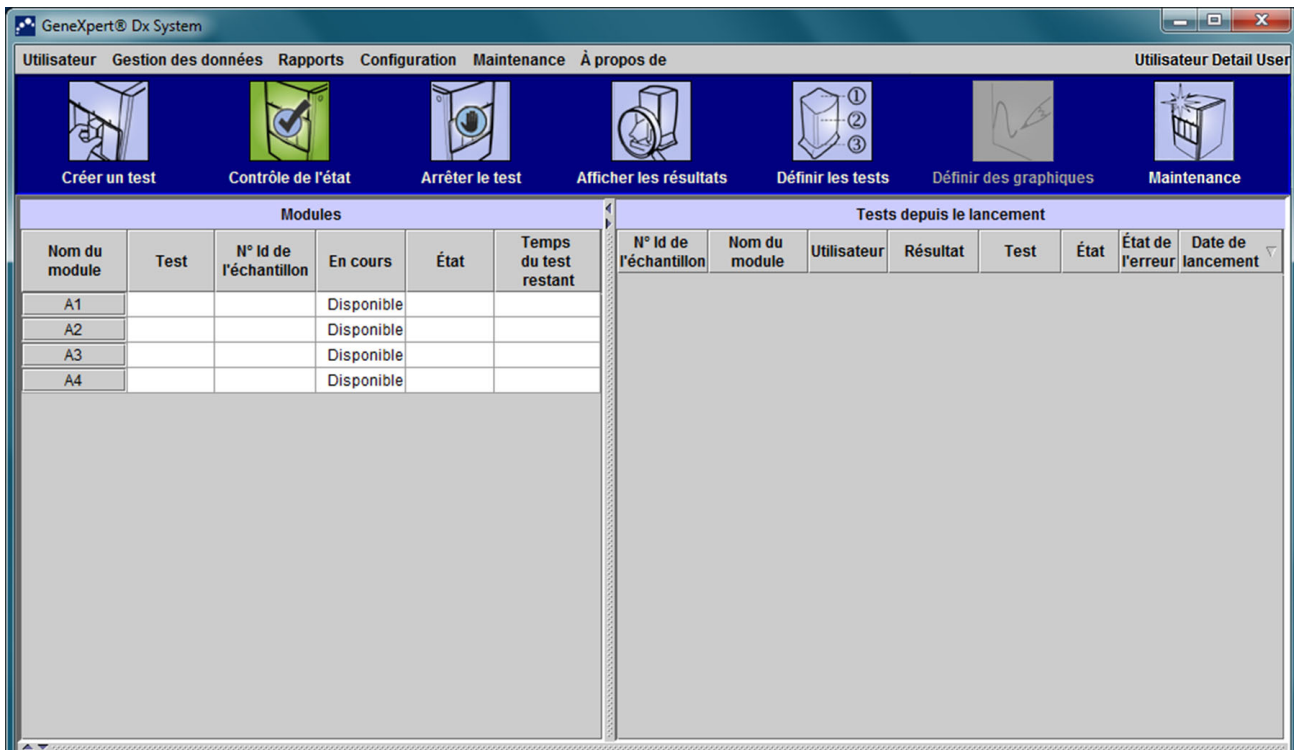

Figure 5-113. Écran d'accueil du GeneXpert Dx
1. Sur l'écran d'accueil du système GeneXpert Dx, sélectionnez le bouton **Créer un test**. Voir la Figure 5-113.